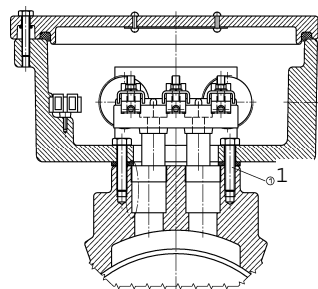
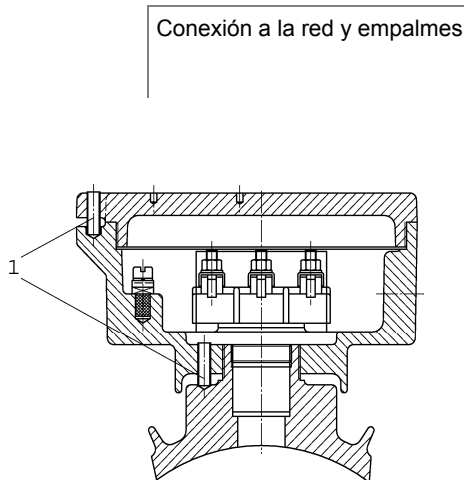

Figura 5: Caja de bornes con tornillo de fijación 1
Figura 6: Caja de bornes con espiga roscada 1
Abra la caja soltando los tornillos de la tapa (Figura 5) o, en caso de ejecución con espiga roscada (Figura 6), girando la espiga hacia atrás y, seguidamente, abriendo la tapa de la espiga. Cierre la caja de bornes de la misma forma tras efectuar la conexión a la red.
- los cuatro tornillos de fijación (p Figura 5) o
- el seguro contra giro de la/las espigas roscadas (p Figura 6).
Las cajas de bornes fijadas según la figura 6 sólo deben girarse hacia atrás, máximo una vuelta desde el tope de la rosca.